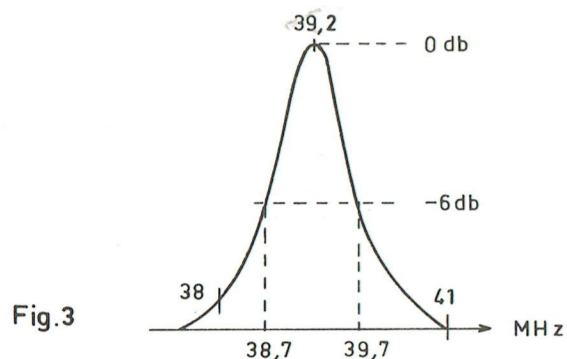

Fig. 3
- Régler les selfs S 1777, S 1778 et S 1779 pour obtenir la courbe ci-dessous (fig. 3).